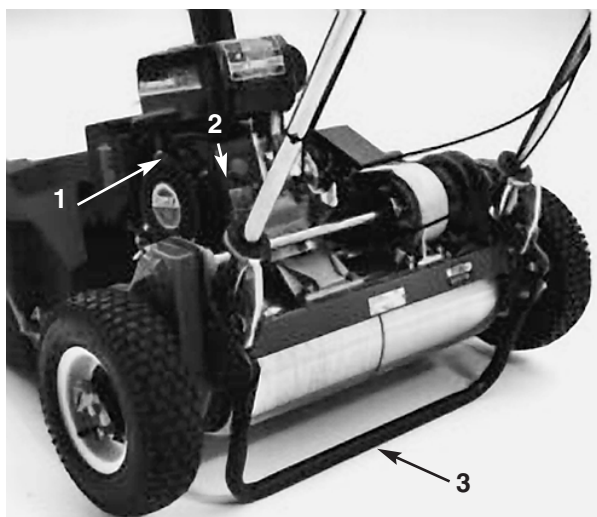

Fig. 16
**Maniglia di avviamento** (Fig. 16)—Per avviare il motore tirare la maniglia.
**Zoccolo** (Fig. 16)—Situato sul retro della macchina, lo zoccolo viene utilizzato per alzare la parte posteriore della macchina in sede di montaggio o rimozione delle ruote per il trasporto.